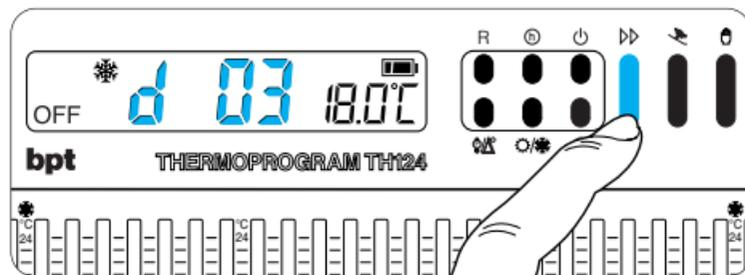

Fig. 44
13.6 - Premere il pulsante **⏩** (fig. 44) sino a che non si raggiunga il numero di giorni desiderato da 1 a 99.